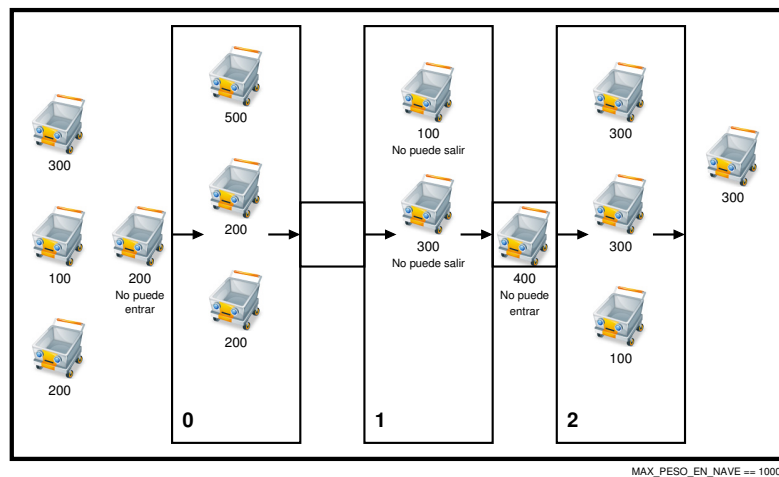

Figura 1: Naves y movimientos de robots
- Cada nave i , excepto la primera, tiene un pasillo de entrada y su salida, excepto la de la última, está conectada al pasillo de entrada de la siguiente nave ($i+1$) tal y como indica la figura 1.
- Los suelos de cada nave de almacenaje no son capaces de soportar un peso superior a `Robots.MAX_PESO_EN_NAVES` por lo que un robot no debe entrar en una nave si el peso total del mismo, carga incluida, más el peso de todos los robots dentro de la nave supera dicho límite (robot en el pasillo de la nave 2 en la figura 1).
- La capacidad de los pasillos está limitada a un robot de tal forma que un robot no puede acceder a un pasillo si éste está ocupado (robots en la nave 1 en la figura 1).